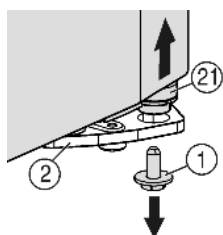
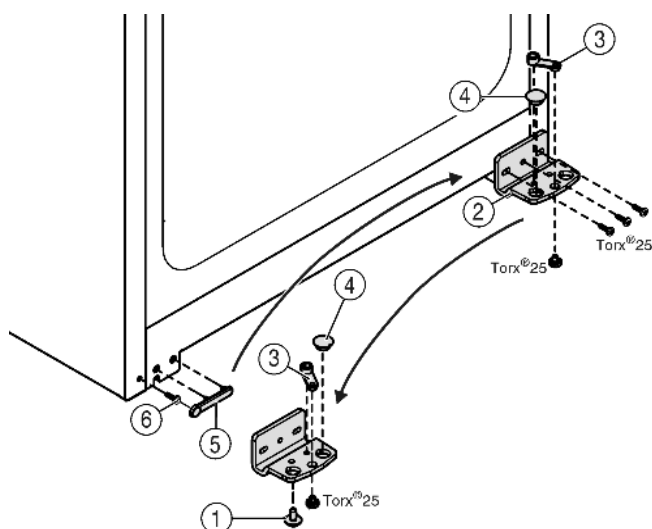

Fig. 5
Fig. 6
- ▶ Vpravo dole na stojanu ložiska vyšroubujte pojistný šroub Fig. 5 (1).
- ▶ Ložiskový čep Fig. 5 (21) se uvolní ze stojanu ložiska Fig. 6 (2).
- ▶ Jestliže se ložiskový čep Fig. 5 (21) neuvolní, vytlačte čep zdola.
- ▶ Našroubujte stojan ložiska Fig. 6 (2).
- ▶ Našroubujte ložiskový díl Fig. 6 (3) a přemístěte do protilehlého upínacího otvoru stojanu ložiska, opět přišroubujte.
- ▶ Vyjměte ze stojanu ložiska zátku Fig. 6 (4) a nasadte do protilehlého upínacího otvoru stojanu ložiska.
- ▶ Opatrně zvedněte kryt Fig. 6 (5) na straně madla.
- ▶ Vyšroubujte šroub Fig. 6 (6) a na protější straně ho opět nasadte.
- ▶ Kryt Fig. 6 (5) opět nasadte.
- ▶ Přišroubujte opět stojan ložiska Fig. 6 (2) na novou stranu závěsu (**silou 4 Nm**), příp. pomocí akumulátorového šroubováku.
- ▶ Zašroubujte a dotáhněte pojistný šroub Fig. 5 (1) dole do ložiskového čepu (**silou 4 Nm**).